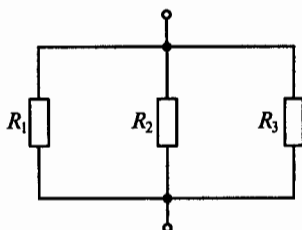

Рис. 25
**1.39.** Каково эквивалентное сопротивление цепи, схема которой показана на рис. 25, если  $R_1 = 4 \text{ Ом}$ ;  $R_2 = 2 \text{ Ом}$ ;  $R_3 = 3 \text{ Ом}$ ?